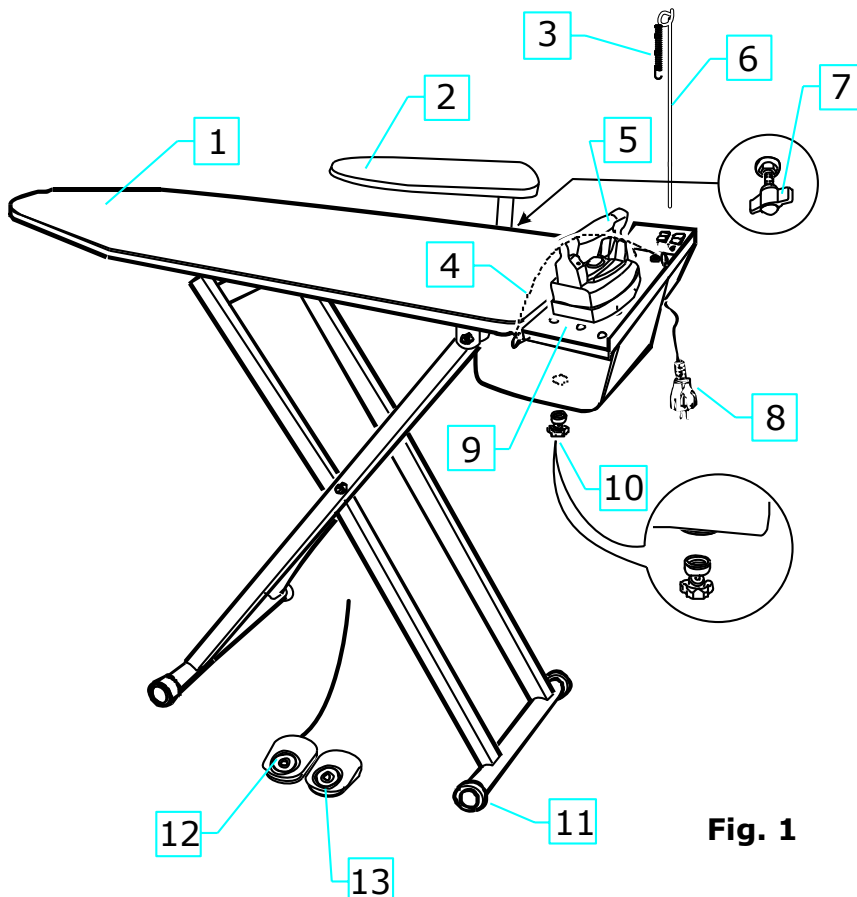

Fig. 1
2. Estrarre il tavolo da stiro mod. PROMETEO dalla scatola, inserire l'antenna nell'apposita porta antenna (fig. 1), avendo l'avvertenza di inserirla bene fino in fondo.
4. Posare il ferro sul poggia ferro in gomma in dotazione (fig. 1).